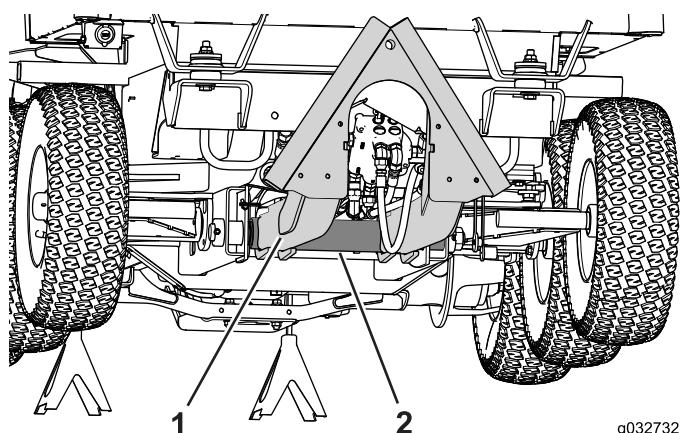

Figure 87
3. Localisez le point de pivotement du bras de l'accessoire sur le cadre d'hiver (Figure 87).